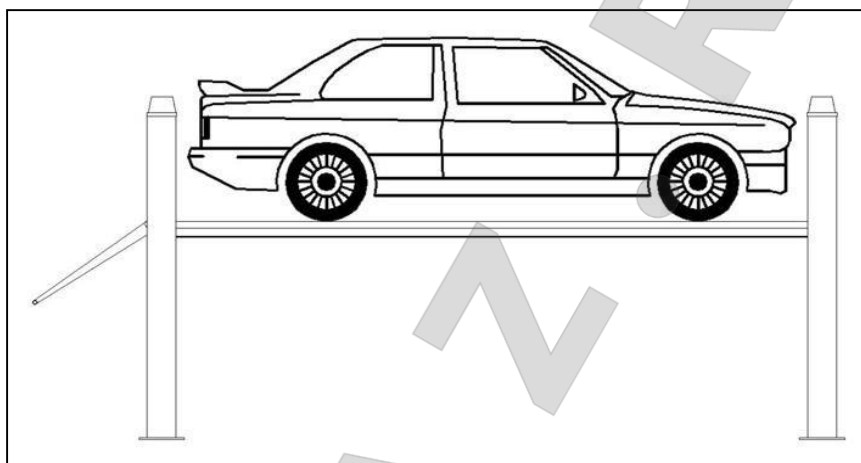

Рис. 12
- Не входите в опасную зону во время подъема автомобиля (рис. 12).